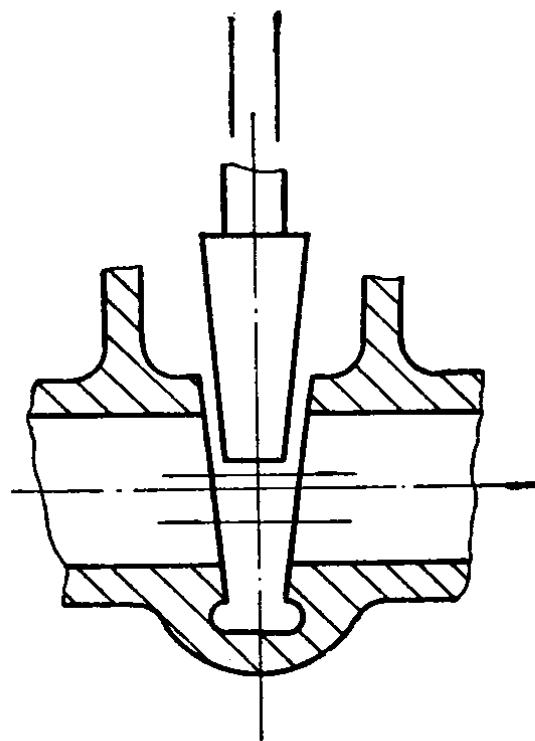

图 2-2 闸门形结构
2. 闸门形——关闭件沿着垂直于阀座的中心线移动。如图 2-2 所示。